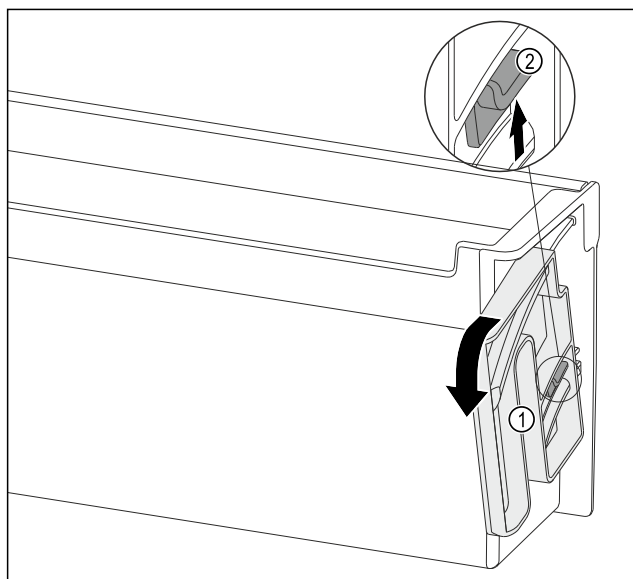

Fig. 92
- Obrócić pokrętkę Fig. 92 (1) w określonym kierunku do oporu.
- Wcisnąć nakładkę Fig. 92 (2) w górę i wyjąć pokrętkę Fig. 92 (1).